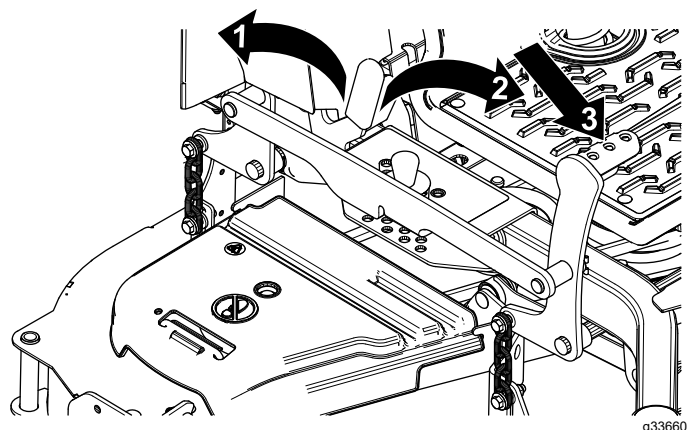

Figura 33
1. Pise el pedal de elevación de la carcasa para elevar la carcasa de corte (Figura 33).
2. Empuje la palanca de bloqueo de transporte hacia adelante para desactivar el bloqueo de transporte; empuje la palanca del bloqueo de transporte hacia atrás para bloquear el bloqueo de transporte (Figura 33).
1. Mueva el bloqueo de transporte a la posición de BLOQUEO (Figura 33).